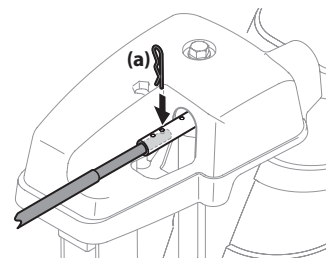

Figure 2-40
6. Poussez la tige de commande de la goulotte vers le panneau de bord jusqu'à ce que le trou de la tige soit aligné avec le trou du milieu sur l'entrée de la commande, puis insérez la goupille fendue (a). Voir Figure 2-40.